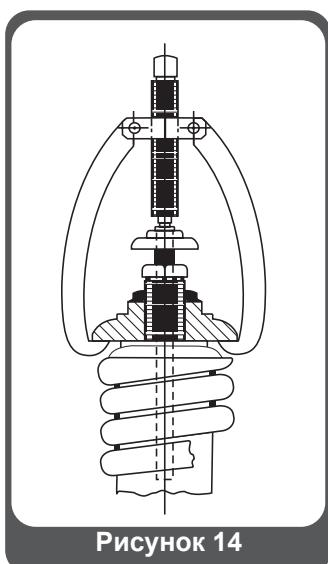

Рисунок 14
- Расположите винт испытательной заглушки по центру выступающего конца штока, после чего зацепите захваты за края траверсы (см. рисунок 14).